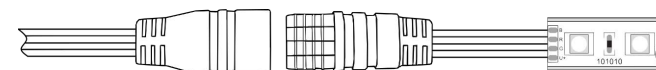

Bild 2
1. Verwenden Sie die beiliegende Buchse mit 150 mm Anschlussleitung und stecken Sie diese in dem bereits angelöteten Stecker des LED-Strips ein (Bild 2).